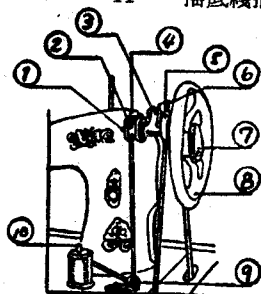

图 10
6. 绕线器(图10)
① 绕线轴	Z 4	装梭心轴	125068
② 梭心	R 45/3	梭心(底线圈)	2518
① 繞綫軸架	R 7	搖底綫架子 (倒綫架)	125327
④ 滿綫跳板	R 10	壓綫板	125376
⑤ 繞綫胶圈	R 8	小橡皮輪 (橡皮圈)	15287
⑥ 繞綫壳	R 6	皮帶罩壳	125327
⑦ 离合螺絲	S 14	停針鈕 (后門大螺絲)	256
⑧ 上帶輪 (中)	P 3	机头輪盘 (甩水盘)	15282
⑨ 夾綫板	R 56	夾綫板	125348
⑩ 插綫釘	X 11	搖底綫插杆 (插綫釘)	2007